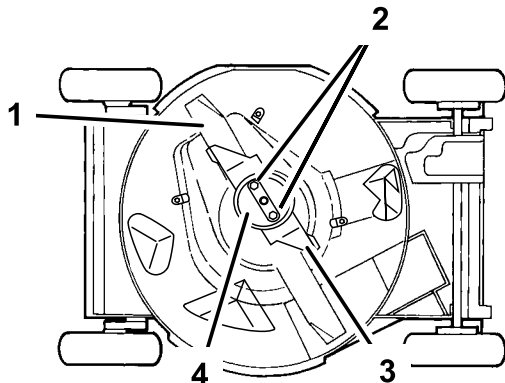

Figura 32
4. Inclinate il tosaerba sul lato **destro** (Figura 32).
Afferrate l'estremità della lama con un cencio o un guanto bene imbottito. Togliete i dadi della lama, la coppa antistrappo, l'acceleratore e la lama (Figura 32).
5. Togliete i due dadi della lama, la coppa antistrappo, l'acceleratore e la lama (Figura 32).